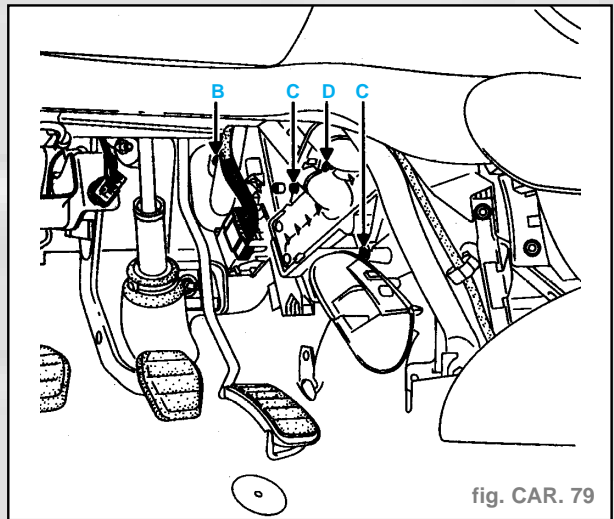

fig. CAR. 79
- Déposer la vis de fixation (B), les deux vis (C) de l'aérotherme et la vis (D) de liaison tube de descente du radiateur (fig. CAR. 79).